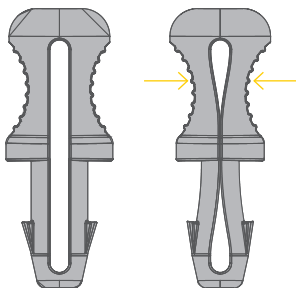

Fig. 1
- Dans le cas où la boîte à documents, dans le sens vertical se remplisse d'eau, purgez-la à travers l'enlèvement des deux petits bouchons (2) placés sur la partie inférieure.
- Le pin de sécurité (4) doit être placé en position de repos à côté de la boîte à documents.
- Pour enlever le pin de sécurité (4) exercez une pression sur les bords (Fig. 1) et enlevez le pin.